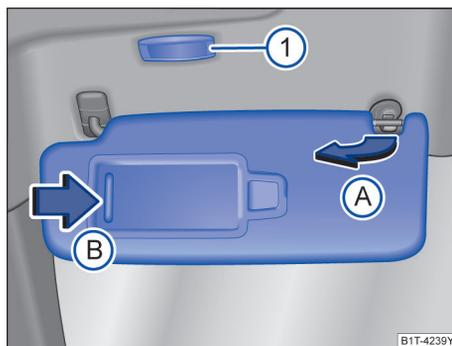

图 121 遮阳板
- 用一只手按压旋转轴的一端，用另一只手的拇指按压卡扣的上端，并用其它的手指将遮阳板倾斜上抬，并缓缓取出，否则容易造成上方固定点的损坏 → 图 121(A)。